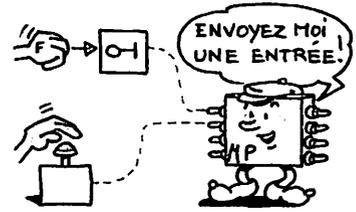
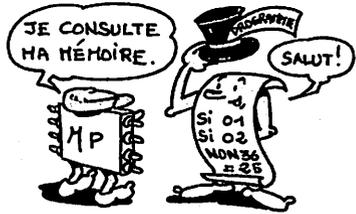
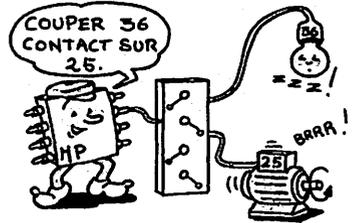

Fig. 16 : Acquisition de données.
Fig. 17 : Traitement logique.
Fig. 18 : Activation d'une sortie.
- Un **microprocesseur**, qui est le chef d'orchestre (fig. 17), lit en permanence une partition qu'est le programme. Ce programme est enregistré dans une mémoire. En fonction des états des entrées (fig. 16), il modifie selon le programme les valeurs de sortie (fig. 18).